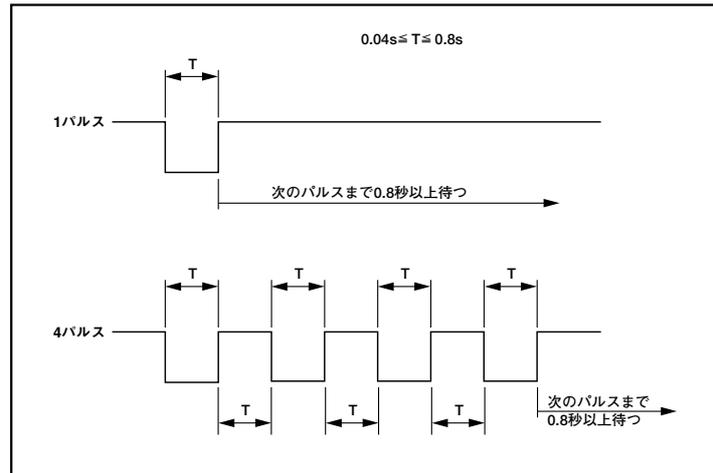

Fig.3 リモートティーチのタイミング
連続したパルスの間隔(4パルス)の場合も、 $0.04s < T < 0.8s$ です。Fig.3にタイムチャートを示します。
プッシュボタンの操作を禁止するまたは解除する場合は、リモート入力に4パルス加えます(Fig.3をご参照下さい)。
- 2) ティーチ入力に2パルス加えます (page 6のFig.3参照)。これでダイナミックティーチが可能な状態になります。2色発光LED (緑/赤色) が赤色で点灯し、黄色の出力表示が点滅します。